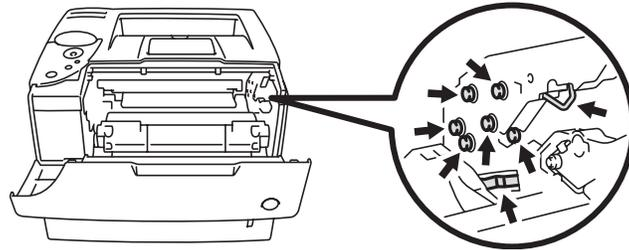

Figura 5-3
- Para evitar que se produzcan daños en la impresora por electricidad estática, no toque los electrodos que se muestran en la figura 5-3.